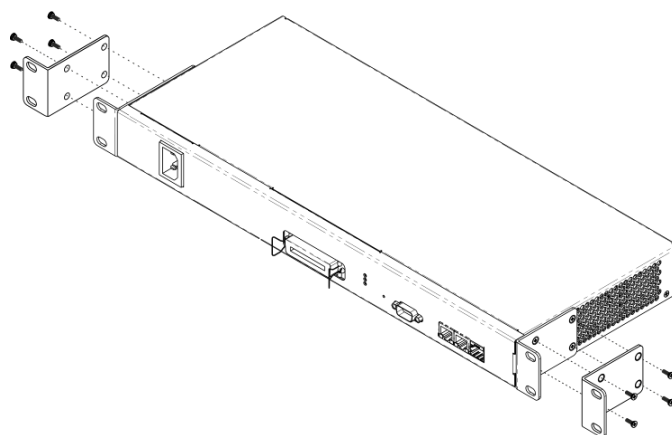

Рисунок 7 – Крепление кронштейнов
1. Совместите четыре отверстия для винтов на кронштейне с такими же отверстиями на боковой панели устройства, рисунок 7.